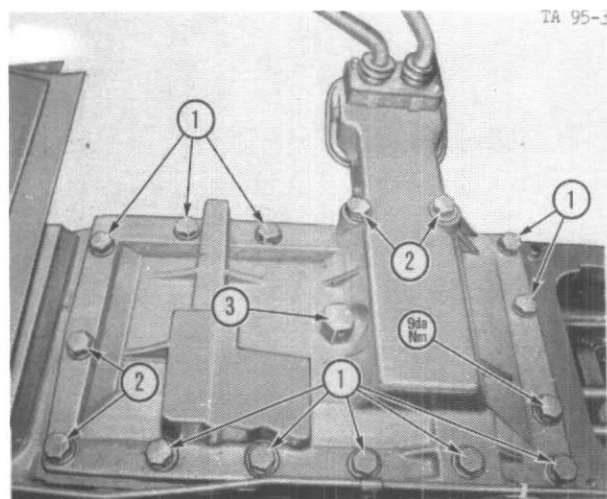

Figure 58
Utilisez de nouvelles goupilles élastiques et de nouvelles pastilles d'expansion à chaque fois. Assurez-vous du nettoyage du filtre-reniflard (3) - Figure 58.